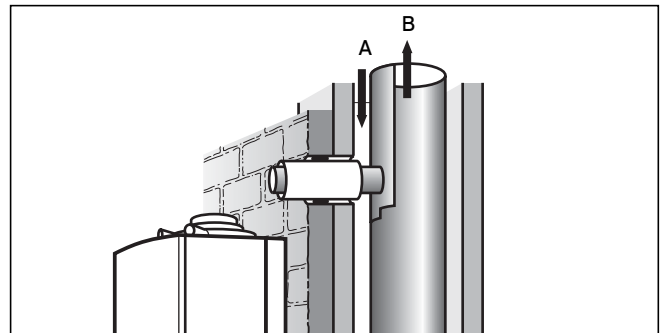

Рис. 6.12 Укорачивание длины трубы газопровода и установка трубы воздухопровода
- Создайте на LAS подсоединение согласно рис. 6.12 и в соответствии с размерами из главы 3. Эти размеры позволяют боковую установку прибора или установку непосредственно на наружной облицовке. Керамические системы LAS в основном оснащены муфтами с резиновым уплотнением и со стороны подсоединения воздуха имеют трубный упор.